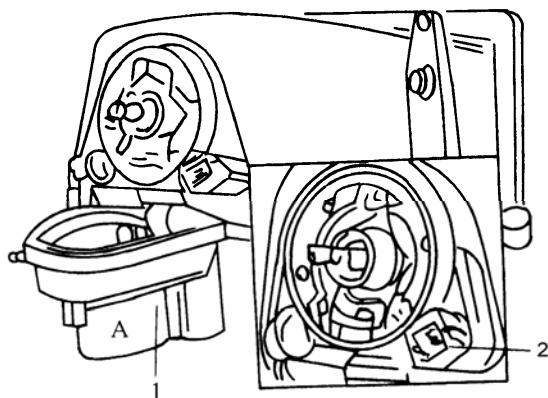

图 9-84 前照灯罩 A 的拆卸
- 1) 打开发动机盖后，拆下前灯罩盖 A (图 9-84)。